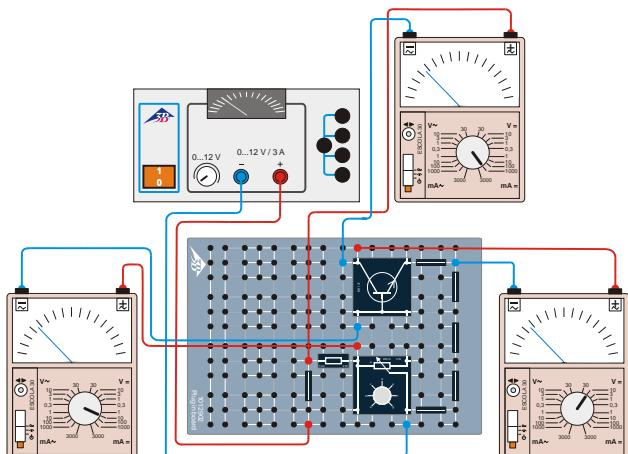

Fig. 4: Esquema de ligação para registro da curva característica de comanda.
- Montar a ligação conforme a Fig 4. Os três multímetros analógicos conectados destinam-se ao controle da tensão básica do emissor U_{CE} e à medição da corrente básica I_B e da força da corrente do coletor I_C .